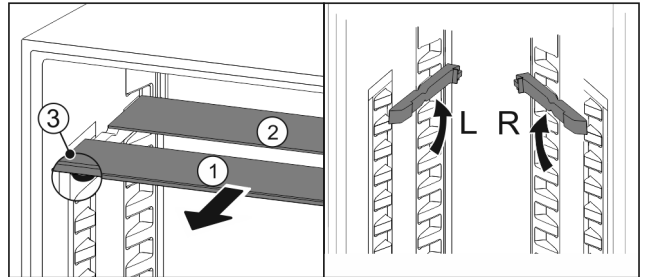

Fig. 122
- ▶ 将玻璃隔板逐个向前拉出 Fig. 122 (1)。
- ▷ 带装饰条的玻璃隔板 Fig. 122 (1) 在前。
- ▷ 阻挡装置 Fig. 122 (3) 指向下方。